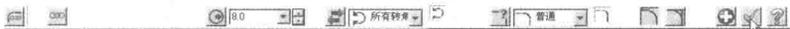
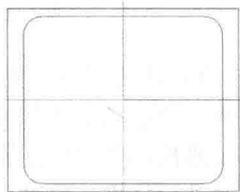

图1-7 倒圆角动态工具条
图1-8 完成倒圆角操作
3) 串连倒圆角。单击“草图”工具栏上的“串连倒圆角”按钮，捕捉需要倒圆角的矩形（86mm×73mm），设置圆角半径为8mm，如图1-7所示，单击应用按钮，完成倒圆角操作，结果如图1-8所示。